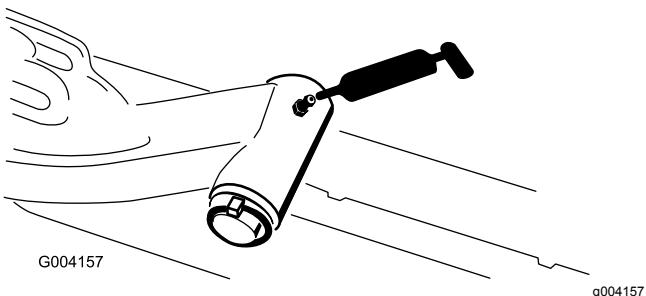

図 30
- 昇降アームのピボットシャフト各アームに1ヶ所— 図 30